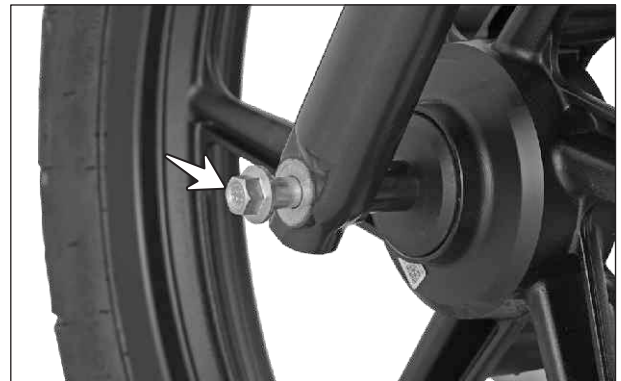

Fig. 6.2
- Retire el eje junto con la arandela. (Fig. 6.2)